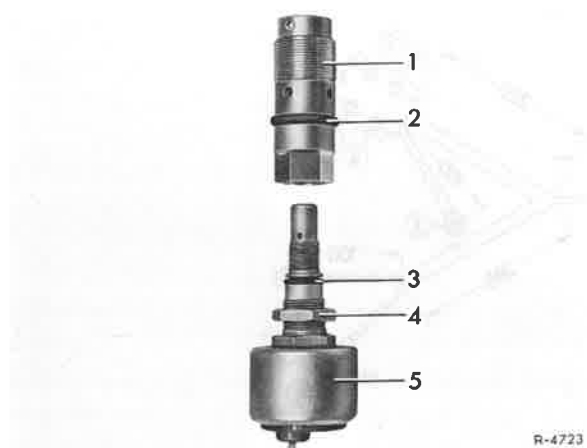

Bild 3
1. Warmluftschlauch abziehen, dann Halteschraube (1) aus dem Vergasergehäuse herausschrauben (Bild 3).
2. Das Kraftstoffabschaltventil (5) in die neue Halteschraube (1) einschrauben.